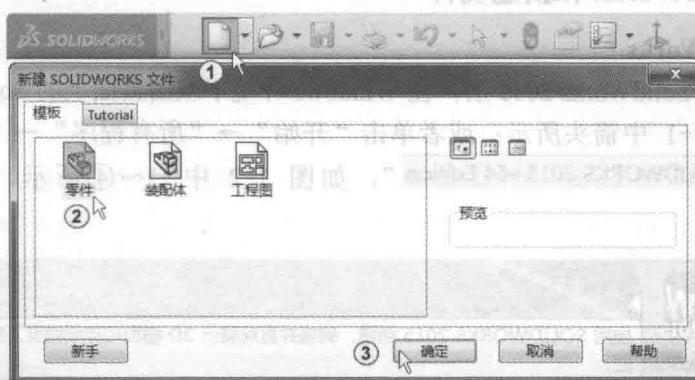

图 1-4 新建文件
单击工具栏中的“新建”按钮 ，如图 1-4 中①所示；或者按组合键<Ctrl+N>。系统弹出“新建 SolidWorks 文件”对话框，在新建文件对话框中有“零件”“装配体”“工程图”3 种格式的文件可以选择创建。单击“零件”按钮 ，再单击“确定”按钮完成新文件创建的操作，如图 1-4 中②③所示。